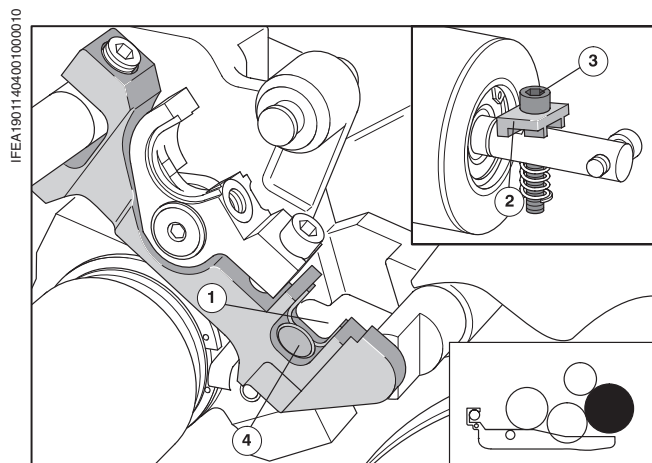

Рис. 13 Установка накатного валика увлажнения
- ❶ Откройте защитное ограждение над формным цилиндром.
- ❷ **Перед установкой** валика поверните крышку (Рис. 13/❷) так, чтобы сторона, развернутая вниз, лежала в пазу оси валика.
- ❸ Установите ось накатного валика увлажнения в опору так, чтобы пружина на оси лежала в отверстии рычага подшипника (Рис. 13/❸). **Проточка** на оси должна быть всегда обращена в **сторону обслуживания**.
- ❹ Оси накатного валика увлажнения закрепите в обоих отверстиях подшипников (Рис. 13/❹) винтами с внутренним шестигранником (Рис. 13/❸). При завинчивании крепежных винтов крышка не должна вращаться вместе с ними.